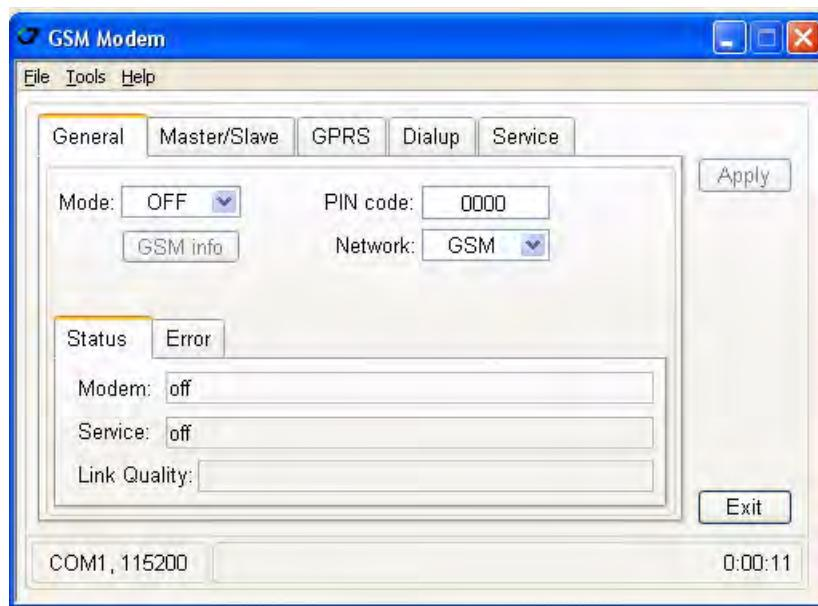

Рисунок 27. Закладка General
1. В закладке *General* настройте следующие параметры (Table 13) и нажмите *Apply* (Рис. 27 на стр. 44).
2. В закладке *Master/Slave* настройте следующие параметры (Table 14) и нажмите *Apply* (Рис. 27 на стр. 44).